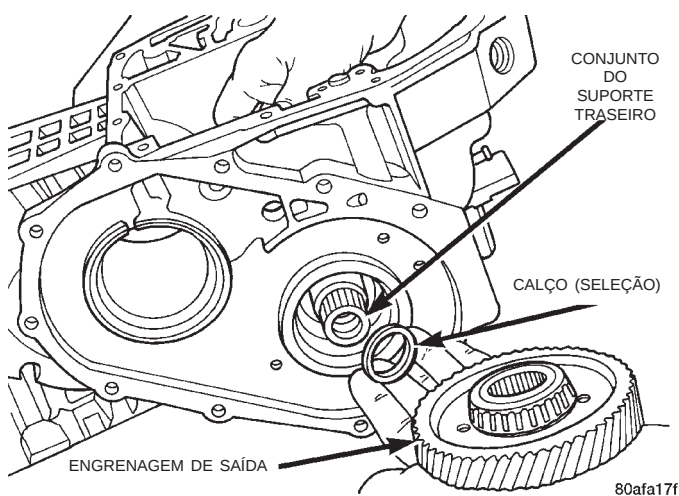
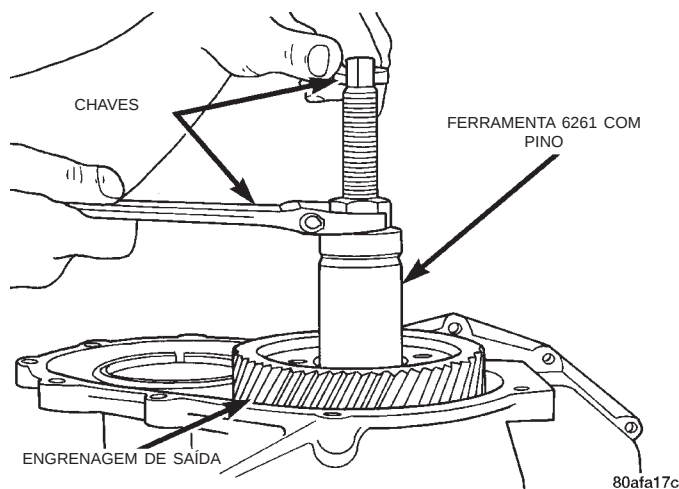

Fig. 224 Engrenagem de Saída e Calço (Seleção)
Fig. 225 Instalação da Engrenagem de Saída
(7) Utilize a Ferramenta 6259 para remover o parafuso e a arruela de fixação. Para remover a engrenagem de saída, utilize a Ferramenta L-4407.
(8) Remova o calço de medição e instale o calço apropriado (Fig. 224). Utilize graxa para segurar o calço no lugar. Instale o conjunto da engrenagem de saída e o rolamento (Fig. 225).